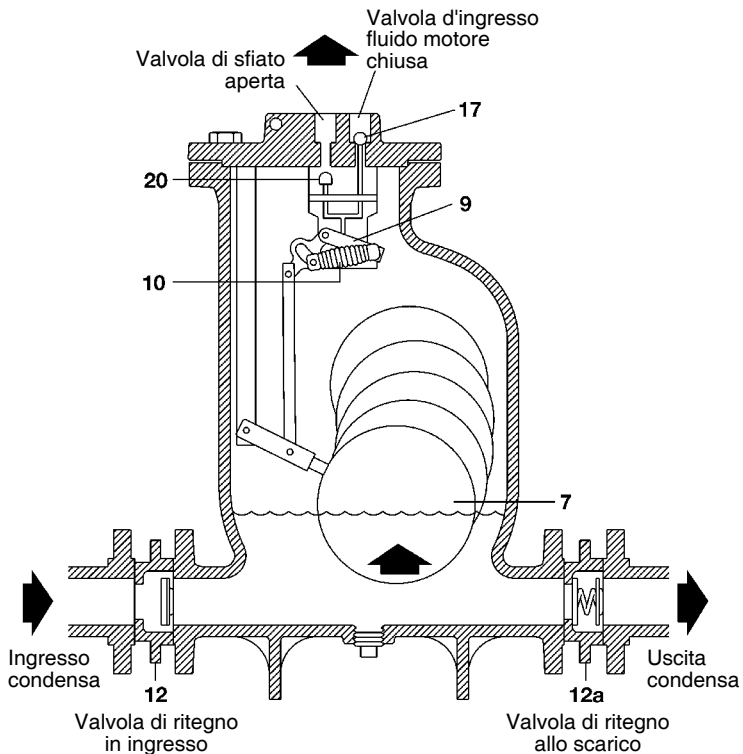
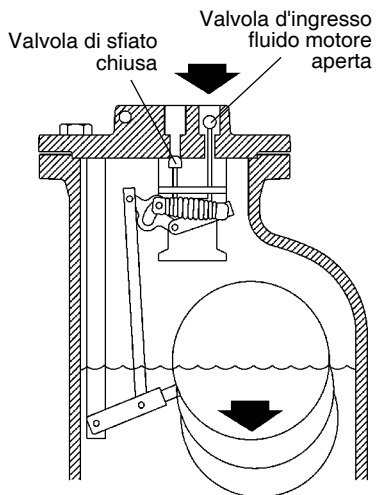

Fig. 6 - Fase di riempimento
Fig. 7 - Fase di scarico
1. Prima dell'avviamento, a pompa vuota, il galleggiante (7) si trova nella sua posizione più bassa con la valvola d'ingresso del fluido motore (17) chiusa e la valvola di sfiato (20) aperta (Fig. 6).
2. Non appena il liquido fluisce per gravità nel corpo della pompa, attraverso la valvola di ritegno d'ingresso (12), il galleggiante si alza.
3. Il movimento del galleggiante verso l'alto provoca l'innalzamento della leva di azionamento (9) e l'incremento di tensione delle molle (10). Quando il galleggiante ha raggiunto il punto più alto della propria corsa, nel meccanismo di comando avviene l'inversione a scatto della tensione delle molle: con rilascio della forza immagazzinata: il meccanismo si disimpegna, apre la valvola d'ingresso del fluido motore e contemporaneamente chiude la valvola di sfiato (Fig. 7).
4. Il flusso di vapore entra nel corpo della pompa, attraverso la valvola d'ingresso (17), ne aumenta la pressione interna, fa chiudere la valvola di ritegno in ingresso (12) e pompa fuori il liquido, attraverso la valvola di ritegno allo scarico (12a).
5. Come il galleggiante e il livello del liquido all'interno della pompa si abbassano, la leva di azionamento viene nuovamente ingaggiata e la tensione delle molle aumenta. Al punto di inversione inferiore, sotto l'azione della forza liberata dalle molle, il meccanismo ricommuta la posizione della valvola d'ingresso (17) chiudendola e, contemporaneamente, viene aperta quella di sfiato (20).